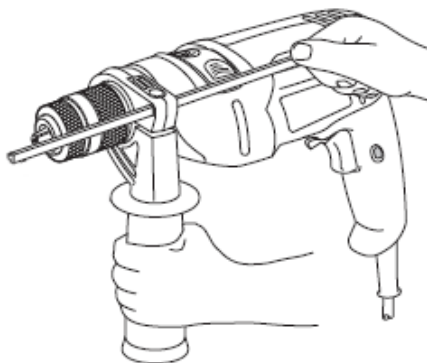

FIGURA 8.3
2. Ajuste o guia de profundidade (Item 8 da figura 7.1) no furo de montagem como ilustrado na figura 8.3, ajuste a profundidade de furação desejada, aperte a pega de apoio girando o punho no sentido horário.